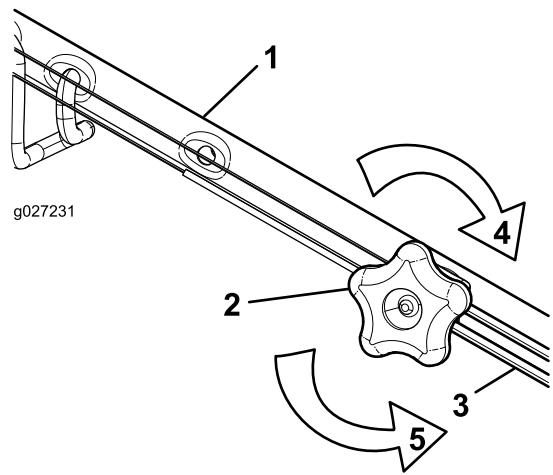

Figura 33
- Regolate la tensione del cavo (Figura 33) tirandolo indietro o spingendolo in avanti e mantenendo quella posizione.
- Girate la manopola di regolazione in senso antiorario per allentare la regolazione del cavo (Figura 33).